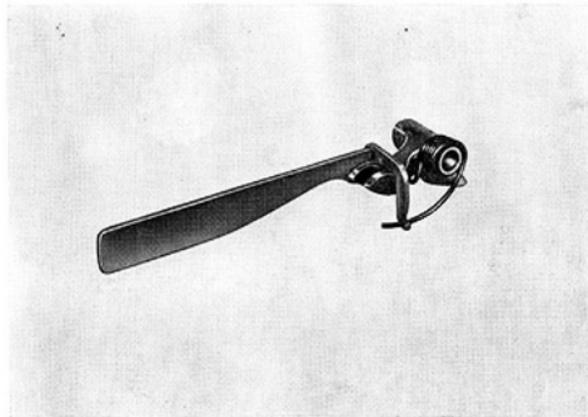

Fig. 12
- 7) Montare il bilanciere inferiore sul ns/ attrezzo speciale dis. 88713.0134 ad agganciare la molla all'attrezzo (vedi fig. 12).
- 7) Fit lower rocker on our special tool no. 88713.0134 and hook spring to the tool (see fig. 12).